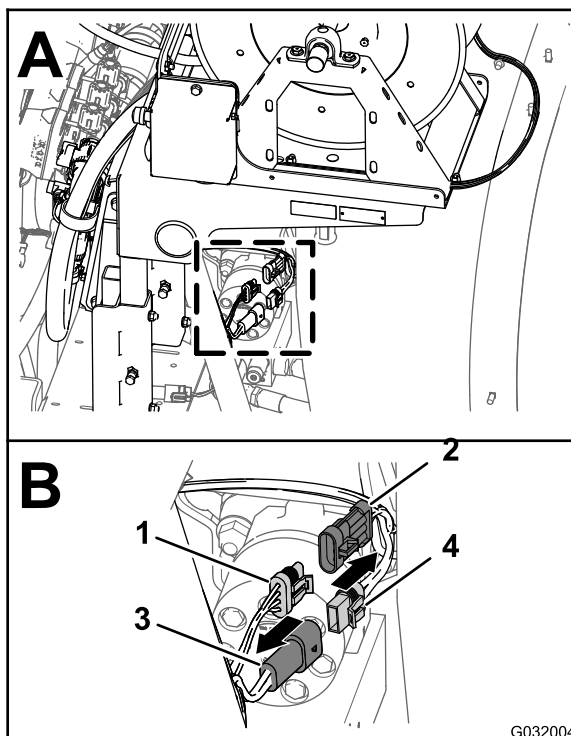

図 3
1. 機体後部にで、液剤タンクの後部にある電動ホースリールキットのワイヤハーネスを探し出す 図 3のA。
2. 後メインハーネスの2ピンコネクタから、電動ホースリール用ハーネスの2ソケットコネクタを外す 図 3のB。
3. 後メインハーネスの3ピンソケットから、電動ホースリール用ハーネスの3ピンコネクタを外す 図 3のB。